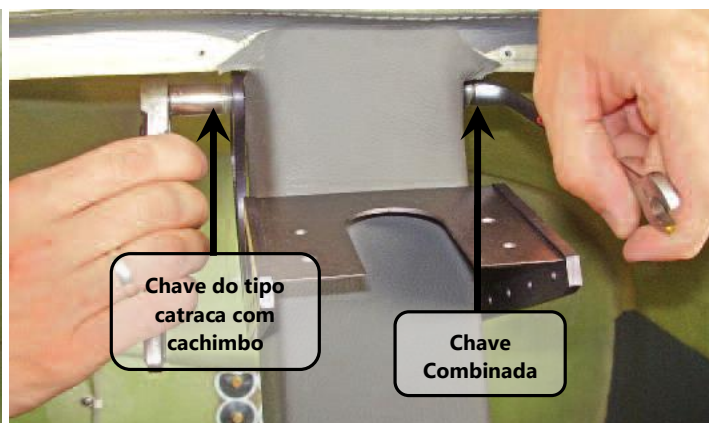

Figura 52.10.3 – Hardwares de fixação da dobradiça.
4. Instalar as porcas e arruelas, mostradas na figura 52.10.3, em ambas as extremidades do parafuso AA-52-10-400-32. Utilizar uma chave combinada de 3/8" e uma chave do tipo catraca com cachimbo de 3/8".